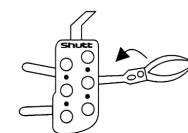

Fig. 3
- 3- Com um alicate, dobre as abraçadeiras atrás dos pedais originais (fig.3).